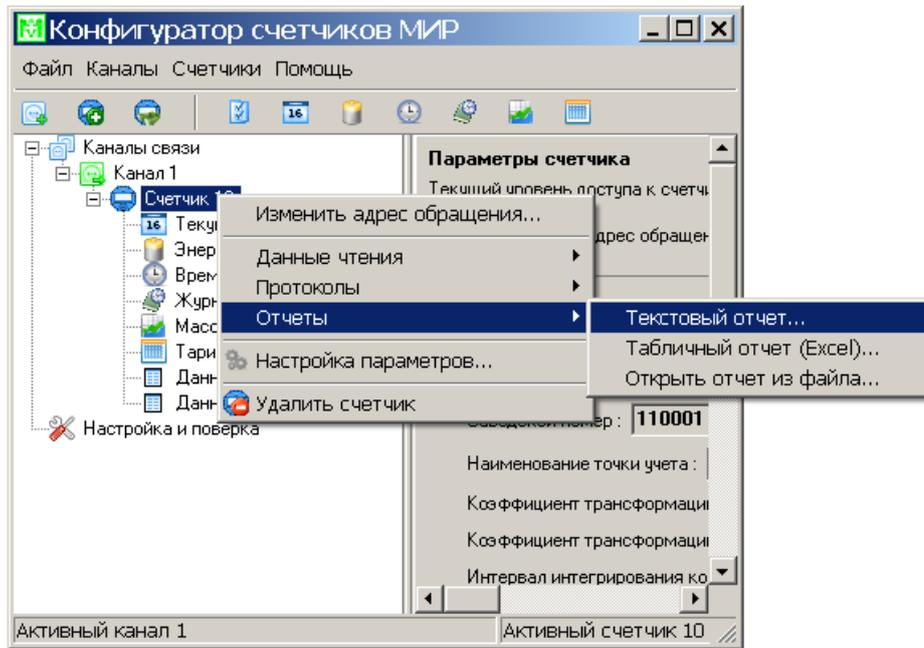
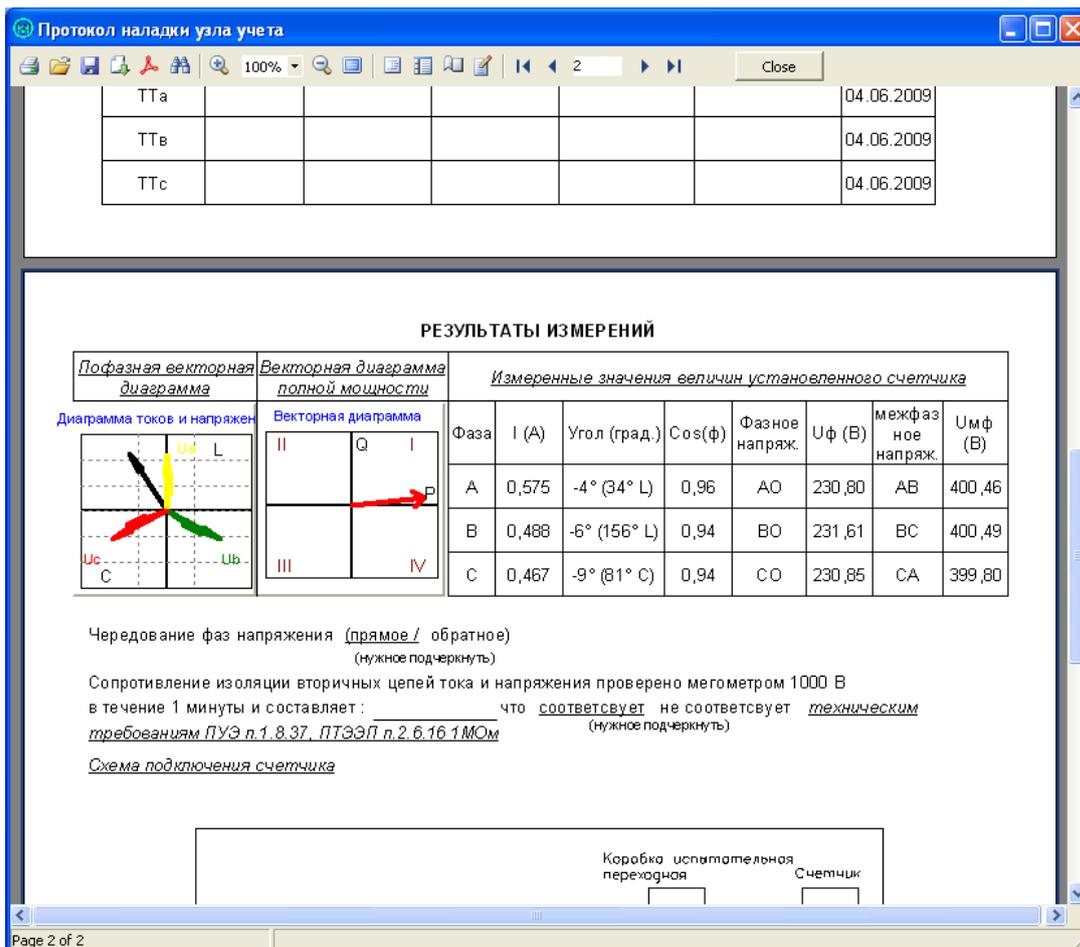

Рисунок 3.48
Рисунок 3.49
3.3.18.1 Для открытия отчета из файла необходимо выбрать пункт *Отчеты => Открыть отчет из файла* контекстного меню объекта *Счетчик* (рисунок 3.48), затем выбрать файл отчета в диалоговом окне *Открыть* и нажать кнопку *Открыть*. После удачной загрузки отчета появится форма отображения отчета (рисунок 3.49).
3.3.19.1 Для построения текстового отчета по счетчику необходимо выбрать пункт *Отчеты => Текстовый отчет* контекстного меню объекта *Счетчик* (рисунок 3.48).
3.3.20.1 Для построения отчета по счетчику в формате Excel необходимо выбрать пункт *Отчеты => Табличный отчет (excel)* контекстного меню объекта *Счетчик* (рисунок 3.48).